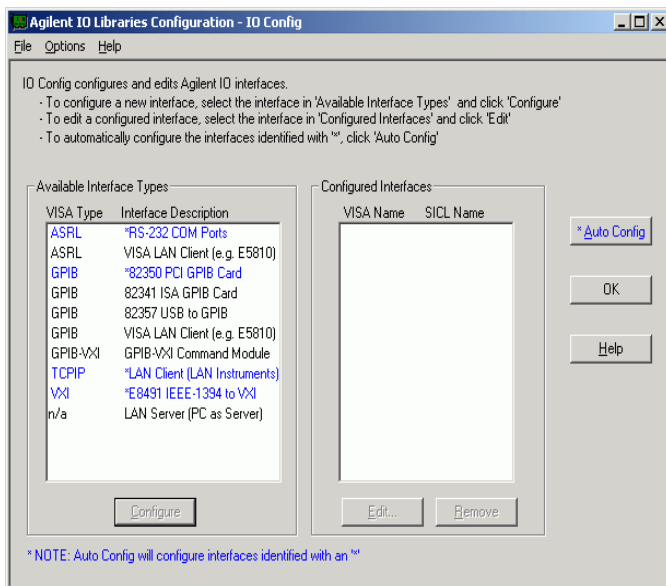

Figura 8 Selezione del tipo di interfaccia adatto dalla finestra I/O Config
- 5** Dall'elenco dei tipi di interfacce disponibili selezionare quello più adatto, cioè "82341 ISA GPIB" se è installata una scheda GPIB Agilent 82341C oppure "82350 PCI GPIB" nel caso sia installata una scheda Agilent 82350 (vedere la Figura 8).